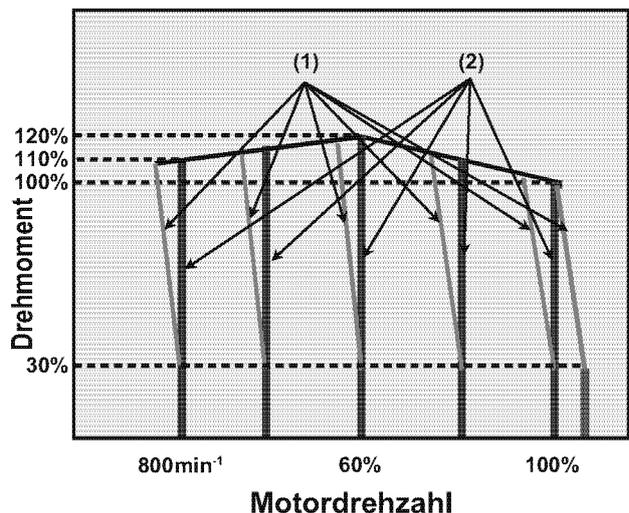

Abbildung 20
Abbildung 20 zeigt typische Drehzahlkurven, die den Zusammenhang von Motordrehzahl und Last veranschaulichen.
Die Allzweckmotoren der VM-Serie sind so konstruiert, dass die Drehzahl zwischen 30 % Last und voller Nennlast um einen gewissen Prozentsatz abgesenkt wird. Vgl. die Kurven (1) in **Abbildung 20** unten. Die prozentuale Absenkung wird bei jeder Nulllastdrehzahl beibehalten.
Die Motoren der CL-Serie sind isochron ausgelegt, die Drehzahl wird von der Nulllast bis zur vollen Nennlast konstant gehalten. Vgl. die Kurven (2) in **Abbildung 20** unten.